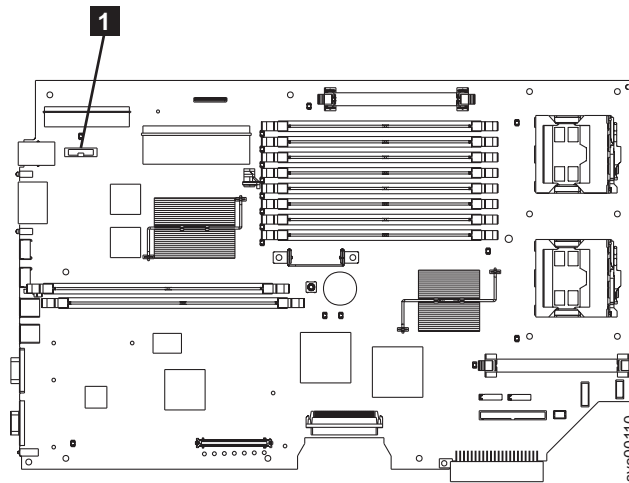

図 116. SAN ボリューム・コントローラー 2145-8F2 または SAN ボリューム・コントローラー 2145-8F4 上の CMOS バッテリーの位置
1. 新しいバッテリーをバッテリー・ソケットに挿入します。図 116 には、バッテリー・ソケットの位置 (1) が記載してあります。